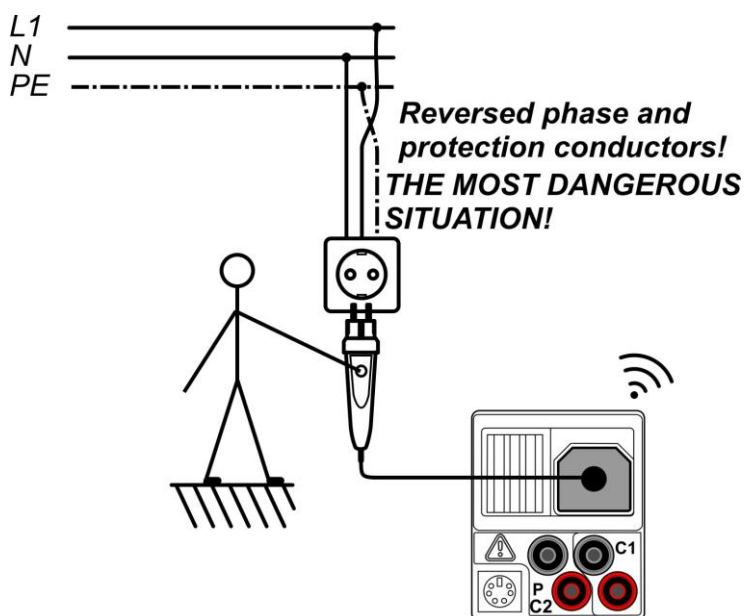

Abbildung D.4: Vertauschte Leiter L und PE (Commander-Prüfstecker)
- ❑ **Schließen** Sie den Commander am Prüfling an, (siehe *Abbildung D.4*).